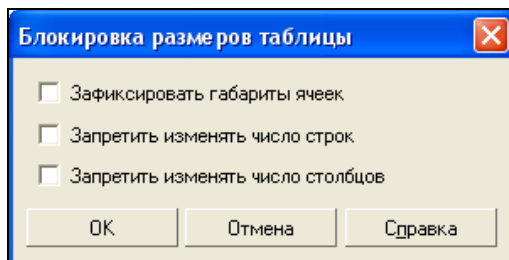

Рис. 24.11. Диалоговое окно **Блокировка размеров таблицы**
- ◆ щелкните ЛК мыши по кнопке **Блокировка размеров таблицы** . На экране появится диалоговое окно **Блокировка размеров таблицы** (рис. 24.11);